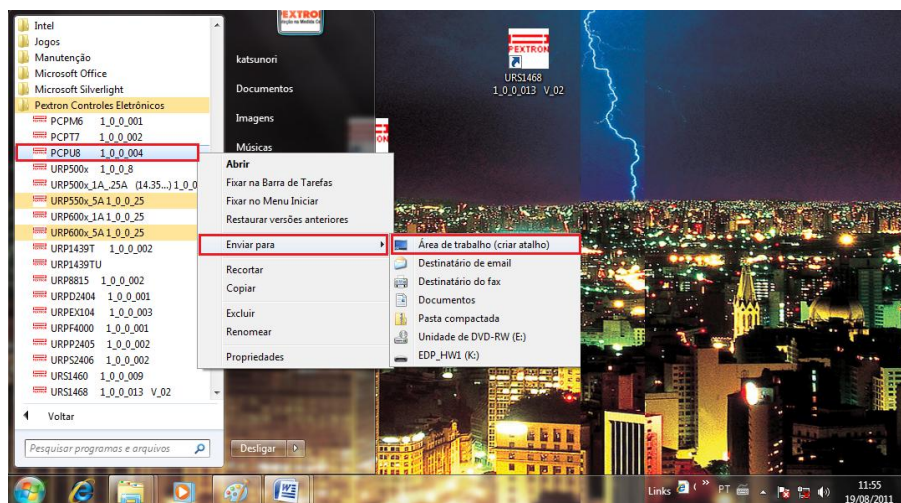

Figura 4: Atalho
e) Criar atalho na área de trabalho para o programa aplicativo. Acessar através do caminho no Windows: < Iniciar > < Todos os programas > < Pextron Controles Eletrônicos > < PCPU8 1_0_0_004 > < Enviar para > < Área de trabalho (criar atalho) >. Ver figura 4.